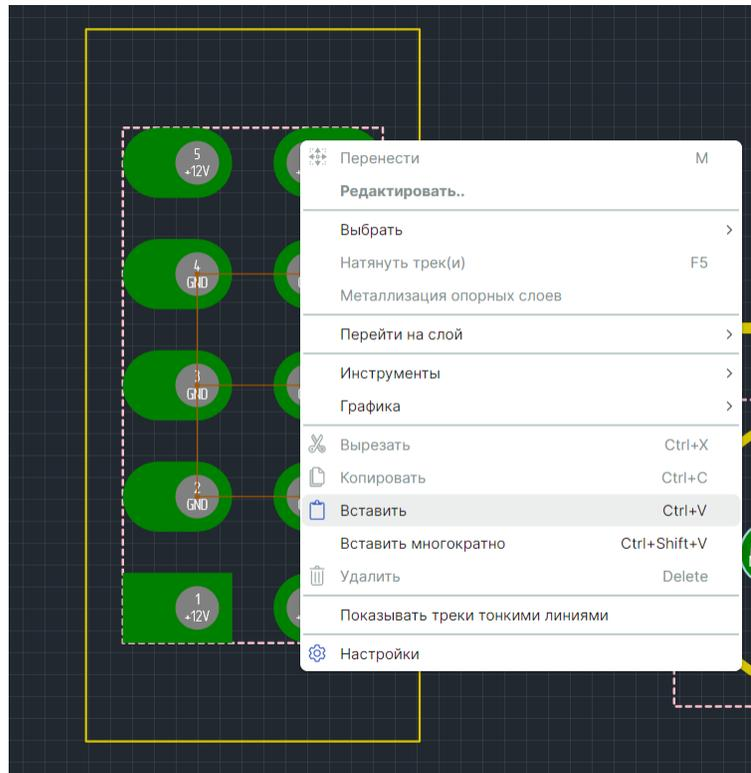

Рис. 416 Вставка скопированного трека
3. Перейдите к нужному месту платы, в том числе на другой проводящий слой и воспользуйтесь пунктом «Вставить» контекстного меню или используйте горячие клавиши «Ctrl+V», см. Рис. 416.